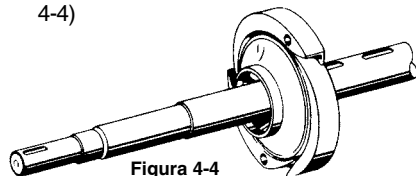

Figura 4-4
4. Inserte a asamblea de shaft/impeller en el difusor (los # 9IN). Cuando están orientadas correctamente, las aberturas del enchufe del impeedor se alinearán con las aberturas del difusor y el cubo del impeedor cabrá en el alesaje del diffuser.(refer para figura 4-4)